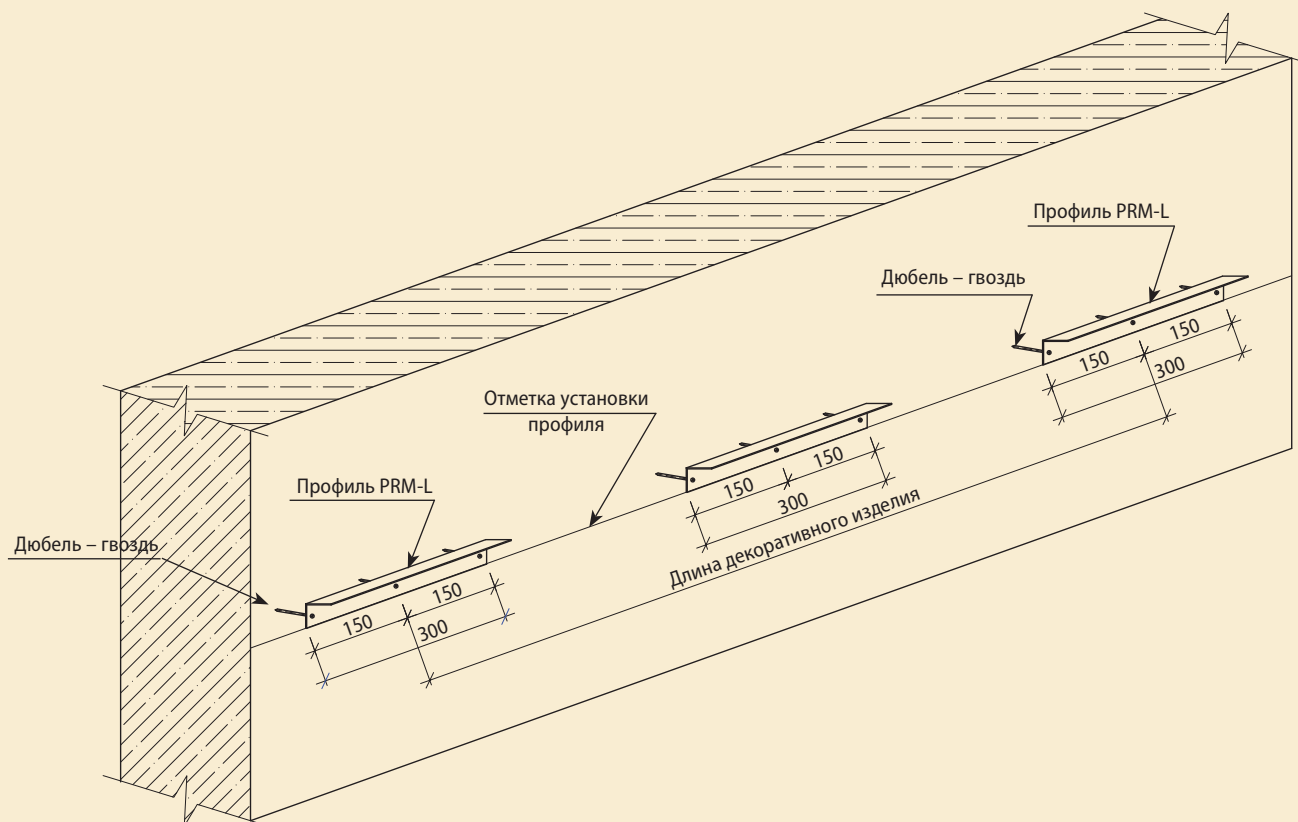

Рис. 2.1
- 2.2. Установите на нужных отметках направляющие рейки так чтобы в середине изделия находилась как минимум одна направляющая рейка и стыки изделия попадали на направляющие рейки (рис. 2.1).
- 2.5. Для проверки примерьте изделия на стене (рис. 2.1а.).
Рис. 2.1а